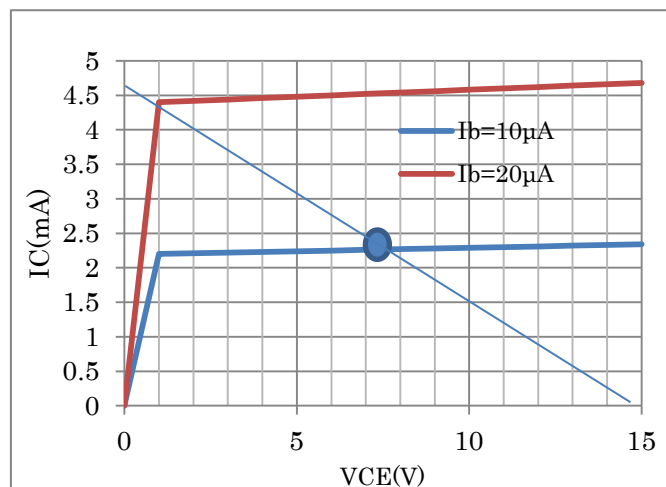

図 M3  $V_{CE} - I_C$  特性
- (1)前回測定した図 L4に、図 M3を参考に負荷直線を引き、動作点を示せ。また、この点での電流増幅率  $h_{fe}$  を計算で求めよ。
- (2)今回得られた増幅器の振幅周波数特性から、この増幅器が利用できる医療機器のどのようなものがあるか考察し、その理由を示せ。